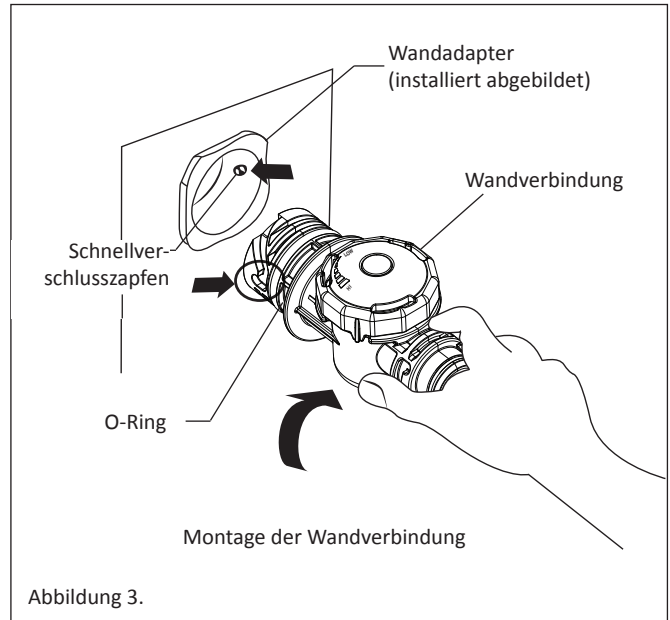

Abbildung 3.
4. Schließen Sie den Wandverbindungsadapter an die dafür vorgesehene Rückleitung mit NPT-Gewinde an. Ziehen Sie von Hand fest an. **Siehe Abbildung 3.**
5. Richten Sie die Wandverbindung mit den Schnellverschlusszapfen im Inneren des Wandadapters aus. Drücken Sie die Wandverbindung bis zum Anschlag in den Wandadapter. Drehen Sie die Wandverbindung um eine Vierteldrehung im Uhrzeigersinn, um sie zu sperren. **Ziehen Sie sanft nach außen, um die Schnellverschlusszapfen zu betätigen.** Siehe Abbildung 3.